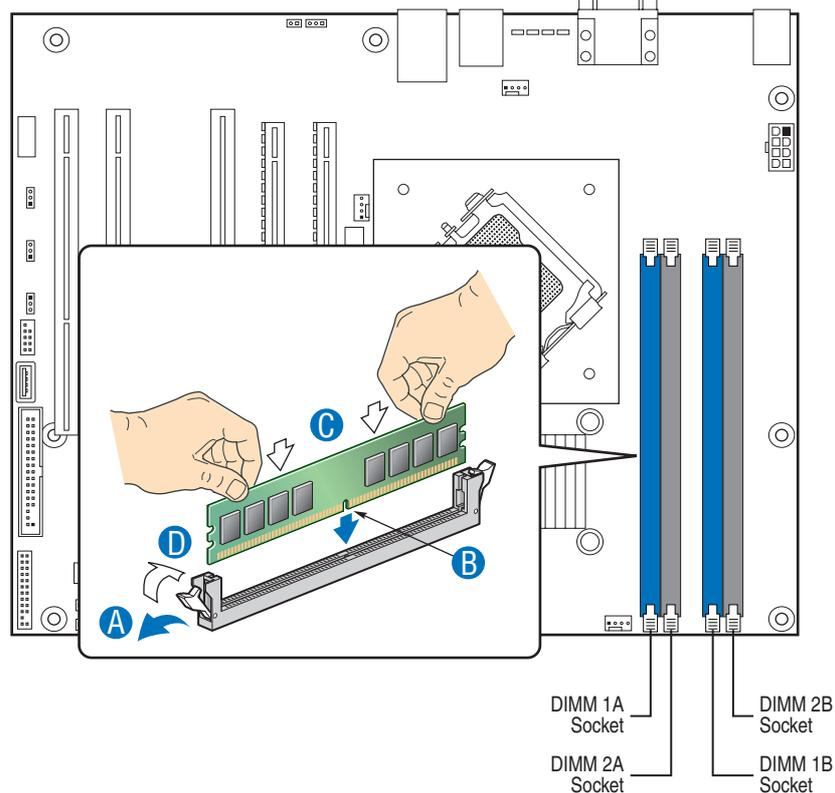

Figure 101: Extension de la mémoire
- Écartez les clips en plastique situés de chaque côté du connecteur du module de mémoire. Ce dernier s'éjecte du connecteur (cf. lettre 'A' dans la Figure 101). Ne touchez pas les "doigts" métalliques du module. Rangez le module dans un sac antistatique (disponible chez tous les revendeurs de matériel électronique) ou dans une boîte en carton.
- Alignez le nouveau module avec un connecteur vide. Assurez-vous que l'encoche du module coïncide avec celle du connecteur. Le module est conçu de telle sorte qu'il ne peut s'installer que d'une seule manière dans le connecteur (cf. lettre 'B' dans la Figure 101).
- Appuyez fermement sur le module pour l'insérer dans le connecteur (cf. lettre 'C' dans la Figure 101). Si vous rencontrez des difficultés pour l'installer, ne forcez pas ! Retirez-le délicatement, vérifiez que son encoche est bien alignée avec celle du connecteur et réinstallez-le.
- Assurez-vous que les clips de fixation situés de chaque côté du module se rabattent sur ce dernier (cf. lettre 'D' dans la Figure 101). Dans le cas contraire, retirez délicatement le module et réinstallez-le.